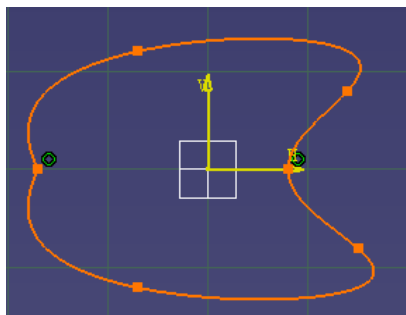
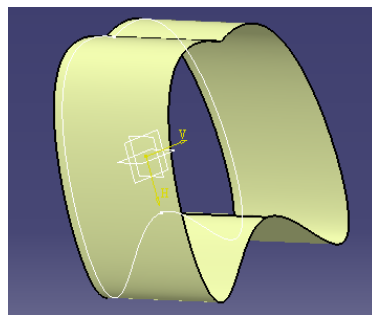

图 4-53
图 4-54
(1) 用 xy plane → Sketcher → Spline 画如图 4-53 后, 生成曲面如图 4-54。